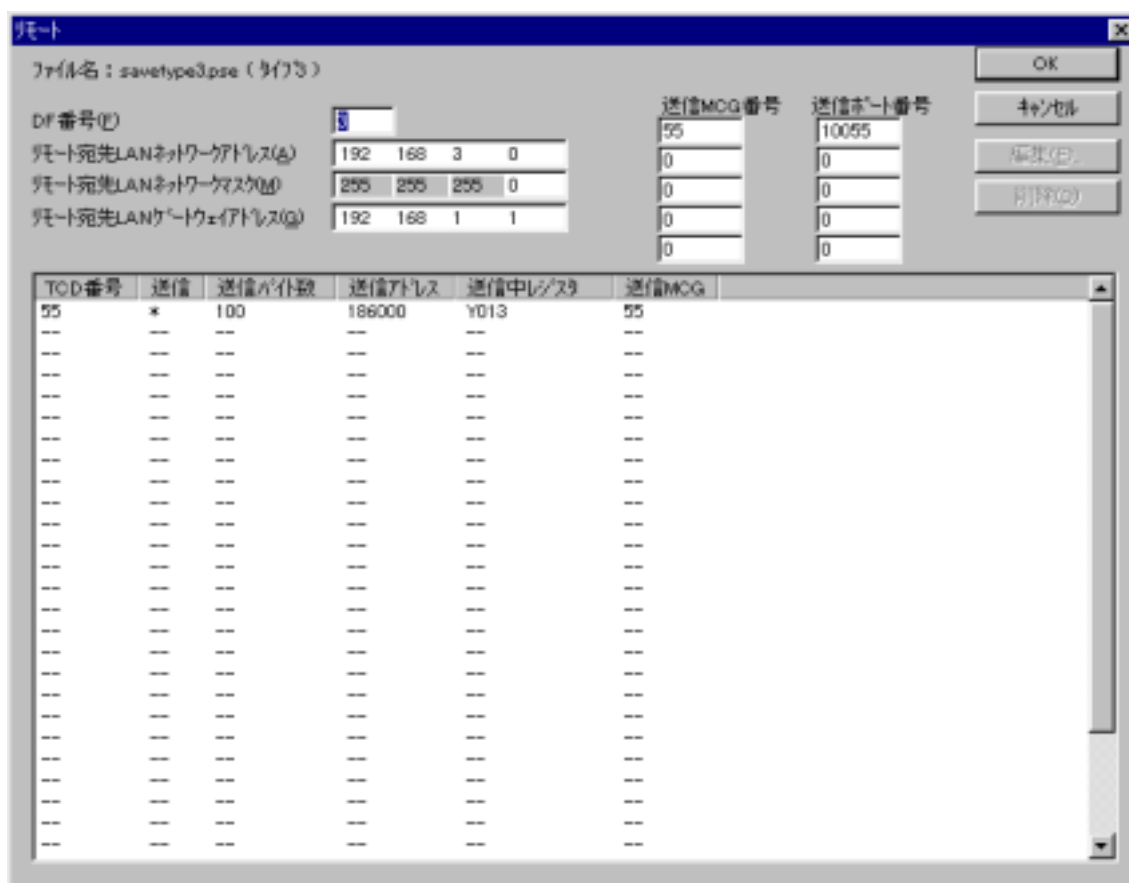

図5 - 23 [リモート]画面 (DF設定、オフライン)
- (5) TCD情報についても、「5. 3 Main/リモートDF (Sub/リモートDF) 設定」の「図5 - 8 [TCD設定]画面」を参照してください。